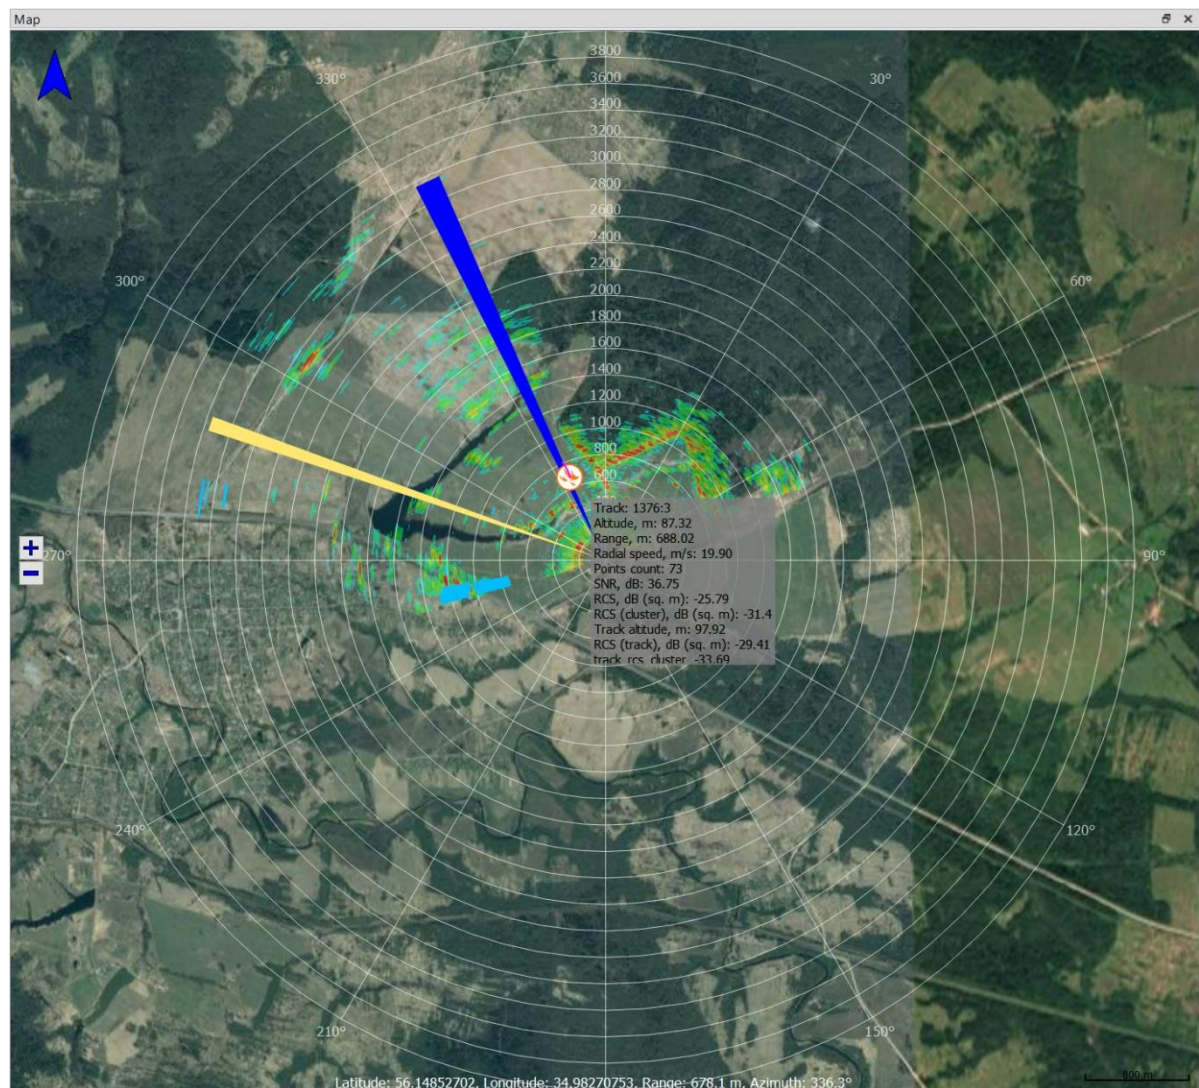

Рисунок 5.3 — Информация о целях в окне карты
5.3.1 Окно карты (рисунок 5.3) предназначено для визуализации информации о координатной сетке, спутниковой и радиолокационной картах, карте пассивных помех, траекториях и характеристиках целей.